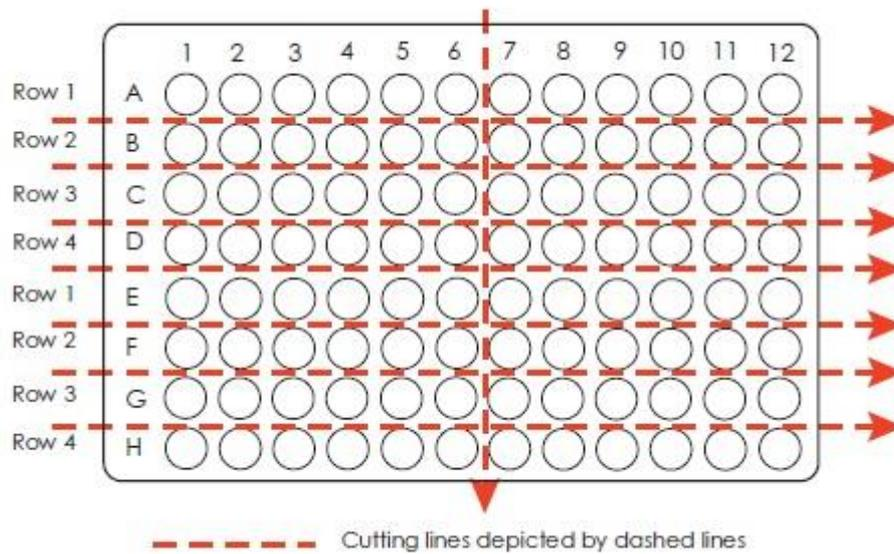

Figura 6: Placa de microtitulación.
1. Como se muestra en la Figura 6, orientar las placas de microtitulación de modo que los números 1-12 estén en la parte superior y las letras A-H estén a su izquierda.
2. Cortar cada placa en las líneas punteadas como se muestra en la Figura 6. Cada pieza tendrá seis pozos en un eje y uno en el otro eje. Cada grupo de laboratorio debe recibir una pieza.